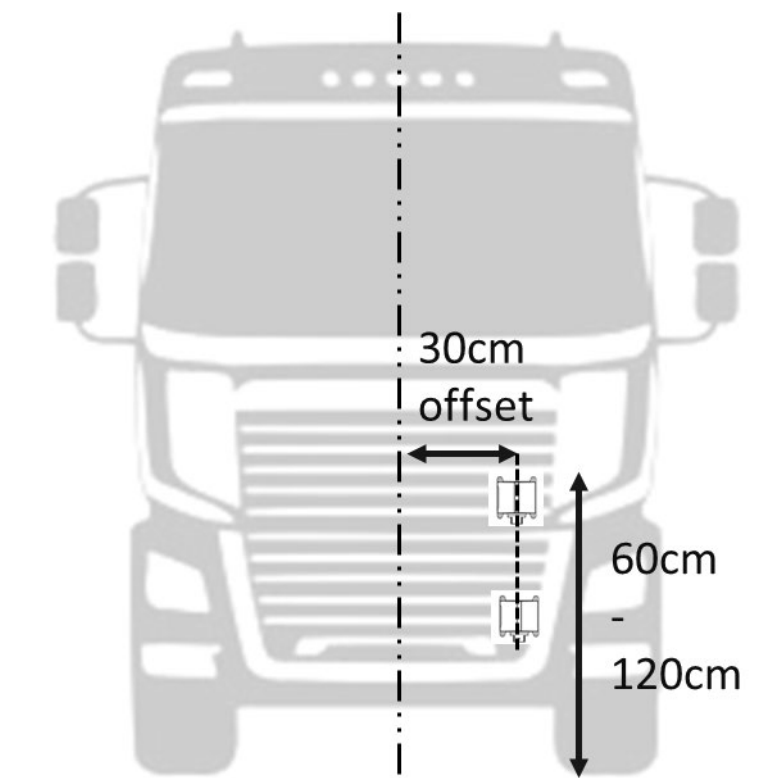

Bild 2-2 Radar 30cm Offset Installation
- Das Radargerät sollte 30 cm von der Fahrzeugmitte entfernt installiert werden (siehe Abbildung 2-2).